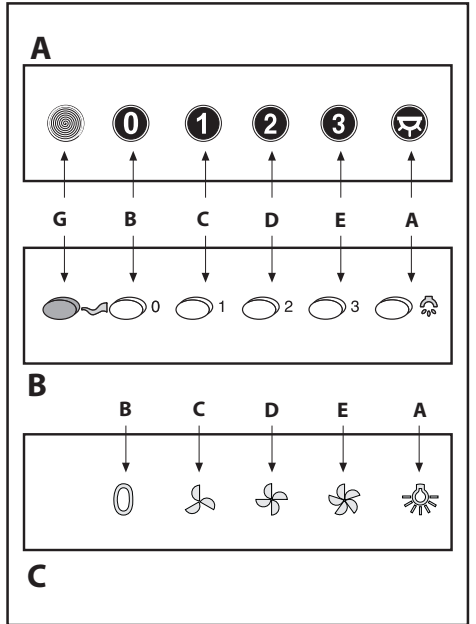

Fig.9
**• Органы управления:** (рис. 9А-С) Механические\_(рис. 9В) овалыны.